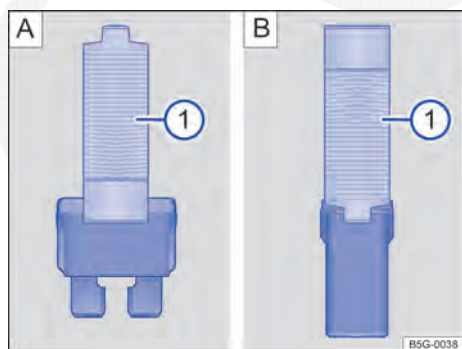

Fig. 306 Retirar ou colocar o fusível com o alicate de plástico:  fusível plano,  fusível de bloqueio.
→ Fig. 306  ① ou → Fig. 306  ① lateralmente no fusível.